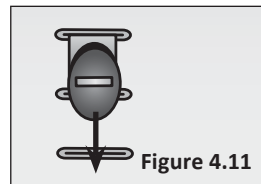

Figure 4.11
- 1 En commençant au dos du siège, tirez l'ancrage de la bretelle loin du siège. **Figure 4.11**